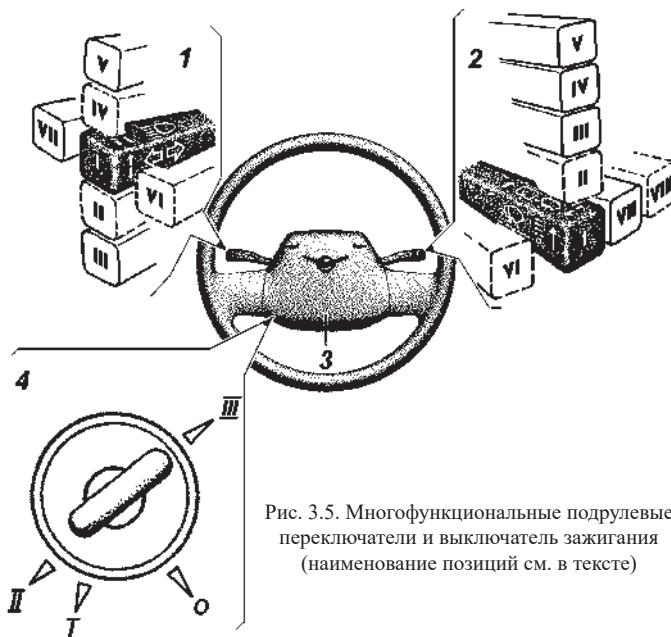

Рис. 3.5. Многофункциональные подрулевые
- 4 – многофункциональные подрулевые переключатели (рис. 3.5);
Многофункциональные подрулевые переключатели и выключатель зажигания (рис. 3.5):